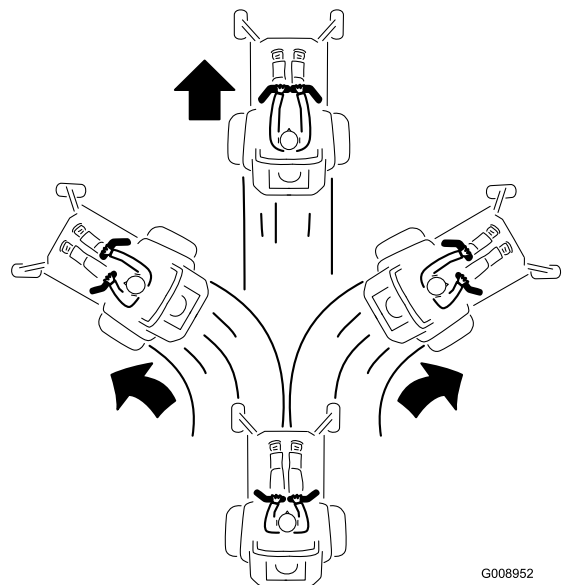

Figura 27
2. Para andar para frente empurre as alavancas de controlo do movimento lentamente para a frente (Figura 27).